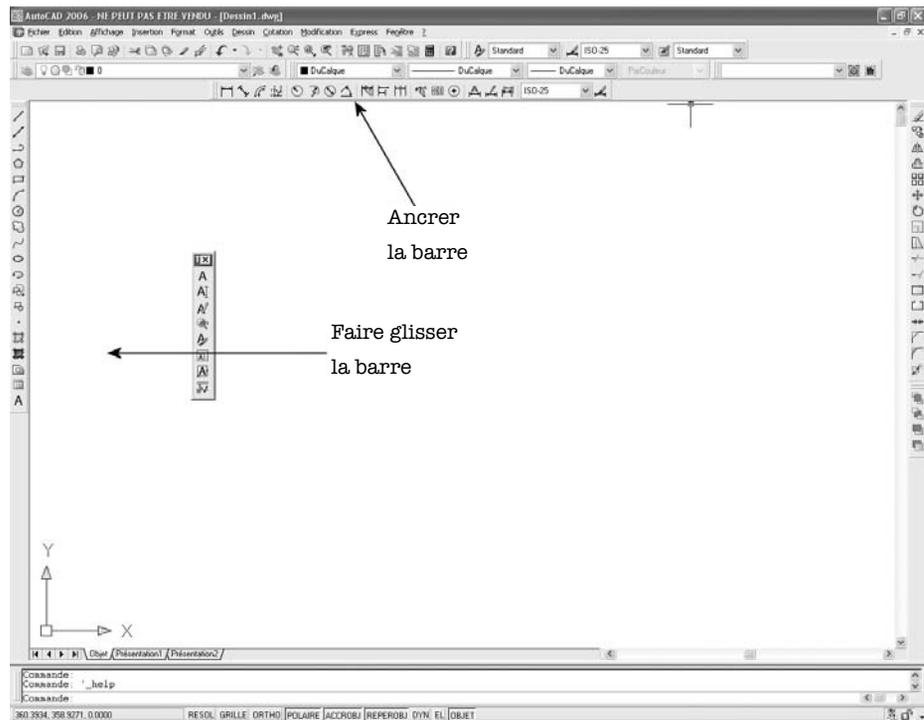

Fig.1.19
**Pour ancrer une barre d'outils, il convient de suivre la procédure suivante (fig.1.19) :**